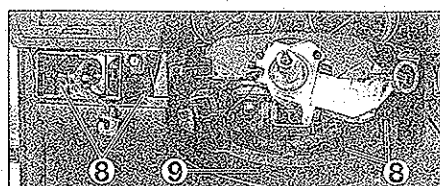

FIG. 29
- los tornillos de fijación (8) del guarnecido inferior izquierdo (9) de salpicadero (fig. 29).